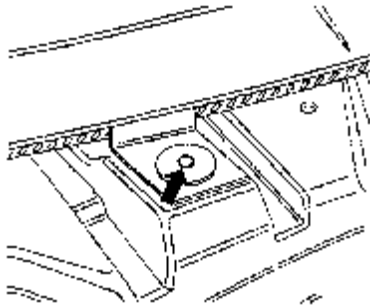

图 11-36 将杠杆移开风道
③如图 11-36 所示，旋出箭头所示十字槽头螺钉，并且小心地向上将杠杆移开风道。